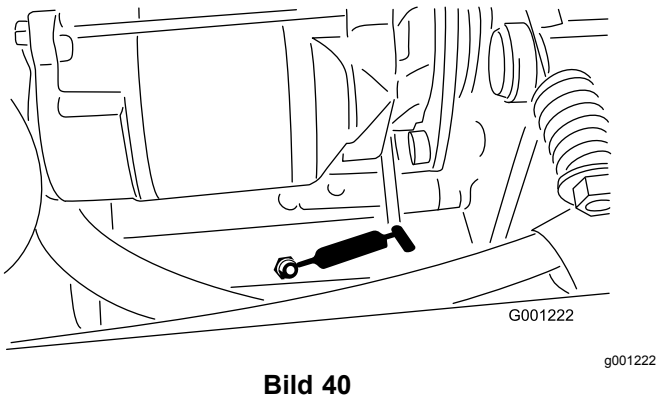

Bild 40
- Drehzapfen für Zapfwellenspannung (Bild 40)
- Hinteres Zapfwellenlager (Bild 40)